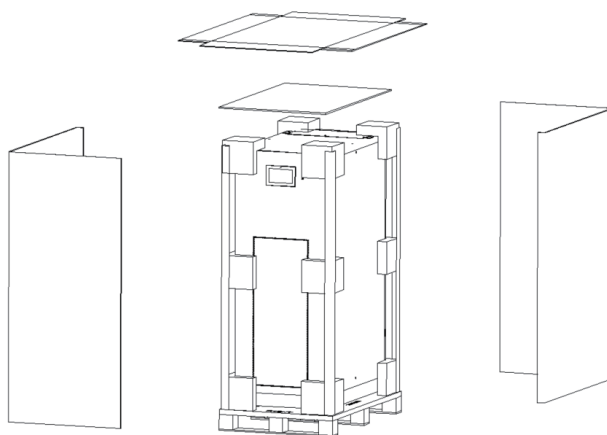

Рисунок 3-4. Разборка ящика
3) С помощью шила и молотка снять верхнюю крышку окантованного металлом деревянного ящика, затем снять боковины (см. рис. 3-4).